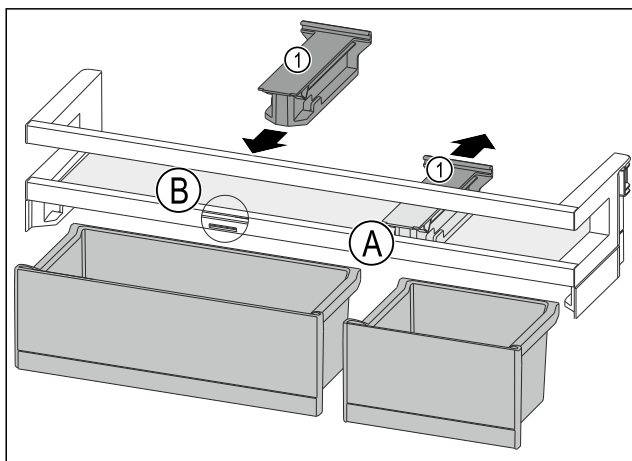

Fig. 114
- ▶ Držák Fig. 114 (1) v poloze Fig. 114 (A) stáhněte dozadu.
- ▶ Držák Fig. 114 (1) vložte v poloze Fig. 114 (B).